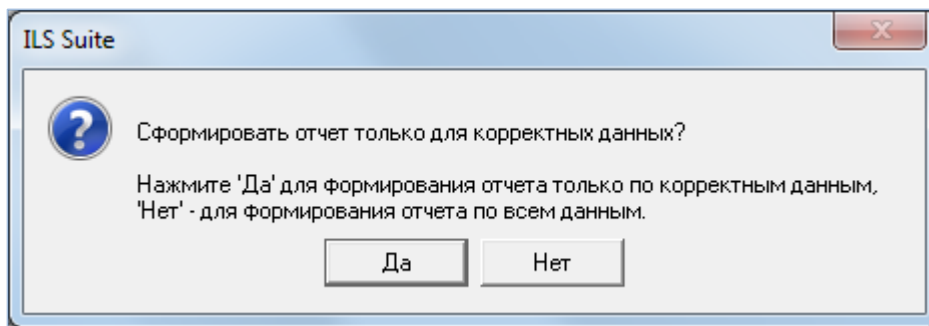

Рис. 26-77 – Диалоговое окно
5) Отображается диалоговое окно для выбора типа данных, корректных или всего объема данных, используемых при формировании отчета. Нажать кнопку «Да» для выбора корректных данных для отчета (рис. 26-77).